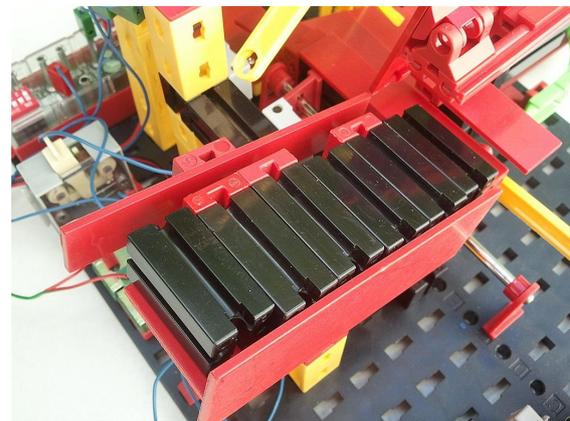

Abb. 5: Zu sortierende Bausteine im Magazin
2. Diese Bausteine werden in ein Magazin in Form einer Rutsche eingelegt, und zwar mit den Nuten senkrecht stehend, damit die Lichtschranken zuverlässig unterbrochen werden (Abb. 5).